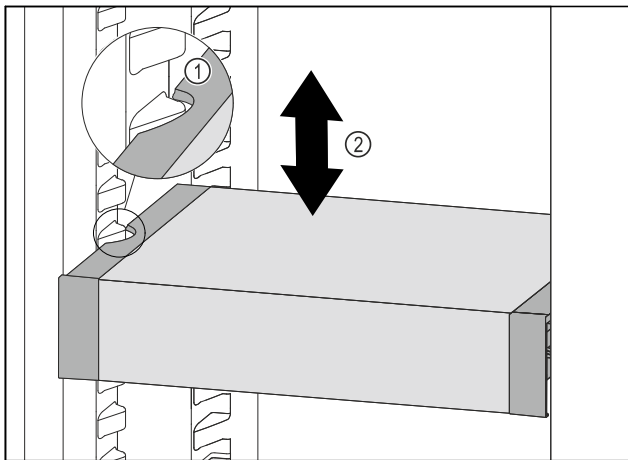

Fig. 113
- ▶ Trageți în față VarioSafe, până când degajările laterale ale VarioSafe se află la înălțimea nervurii recipientului din frigider. Fig. 113 (1)
- ▶ Mișcați în sus sau în jos VarioSafe în frigider, până când este atinsă înălțimea dorită. Fig. 113 (2)